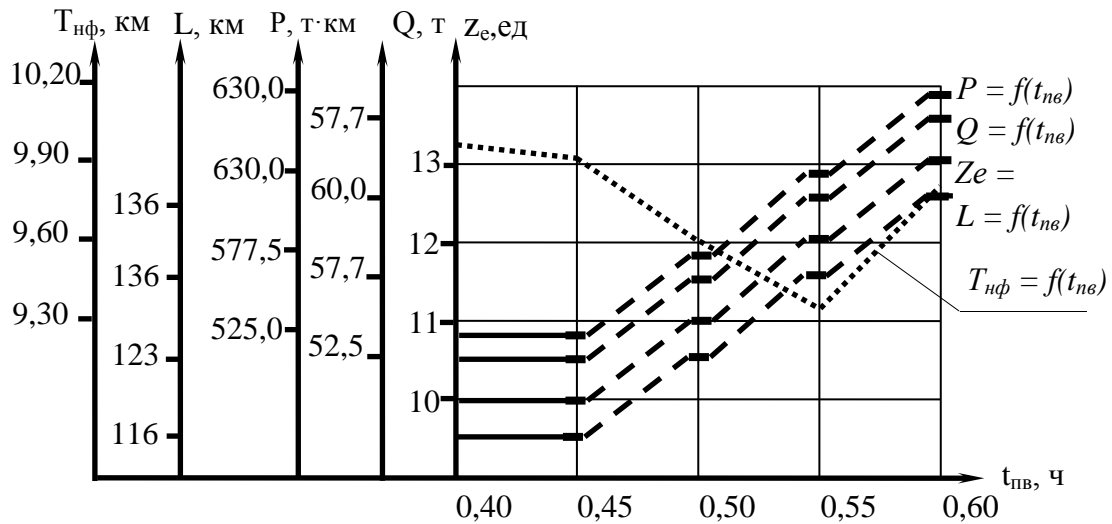

Рис. 7. Изменение выработки автомобиля при изменении $t_{пв}$ в особо малой системе (маятниковый маршрут, с обратным гружёным пробегом)
В качестве примера рассмотрим влияние изменения аргумента (времени погрузки-разгрузки $t_{нв}$) на функционирование особо малой системы (маятниковый маршрут, с обратным груженым пробегом), расчёт выполнен по формулам (21) - (36), результаты представим в табличной форме (табл. 6) и на графиках (рис. 7).
Например, в результате сокращения времени погрузочно-разгрузочных работ возрастает выработка подвижного состава, т.к. транспортное средство будет меньше затрачивать времени в погрузочном пункте, а больше находиться в движении. Эффект от уменьшения $t_{пв}$ получается только тогда, когда за плановое время нахождения в наряде, в результате снижения $t_{пв}$, можно выполнить дополнительно хотя бы одну езду. Если это не происходит, то не вырабатывается дополнительная продукция. На рис. 7 видно, что при уменьшении $t_{пв}$ возрастает объем перевозимого груза, тем самым и транспортная работа. Это обусловлено тем, что автомобиль находится меньшее время под погрузкой, уменьшается время оборота, увеличивается остаток времени после выполнения целого числа оборотов, следовательно, больше вероятность выполнить дополнительную езду. На рис. 7 представлена функция $T_{н.ф} = f(t_{пв})$, в виде прямой ломаной линии. При увеличении количества ездов одновременно увеличится и общий пробег автомобиля, а следовательно, и фактическое время в наряде. На практике модернизация погрузочно-разгрузочных средств приводит к уменьшению времени простоя под погрузкой и разгрузкой. Мероприятия по модернизации являются весьма затратными и оправданы только тогда, когда увеличение производительности автотранспортной системы компенсирует данные затраты.